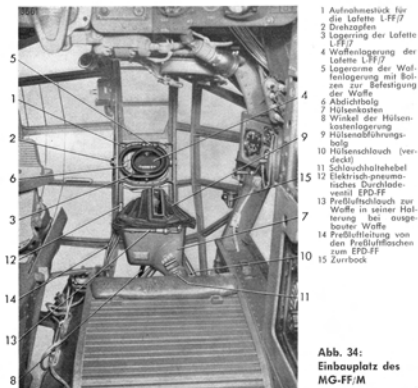

Abb. 34:
- (1) Das elektrisch-pneumatische Durchladeventil EPD-FF links unterhalb des Aufnahmestückes für die Lafette L-FF/7 (siehe Abb. 34) an der senkrechten Fensterstrebe mit 3 Linsenschrauben $M 4 \times 12$ mit Mutter und Federring so festschrauben, daß der Anschlußstutzen der Preßluftleitung (von den Preßluftflaschen kommend) nach unten gerichtet ist.
- (2) Preßluftleitung und den Preßluftschlauch zur Waffe am EPD-FF anschließen.